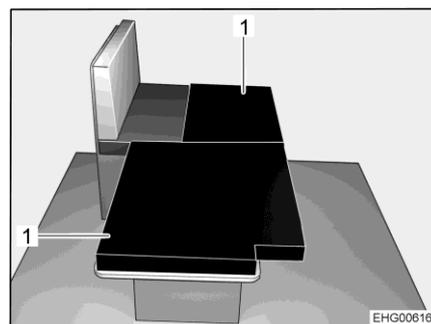

Fig. 38 Dopo la trasformazione
- Posizionare i due cuscini aggiuntivi (Fig. 38,1) sul tavolo ribassato, come illustrato.